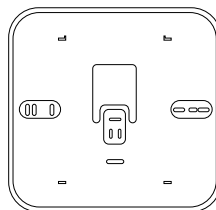
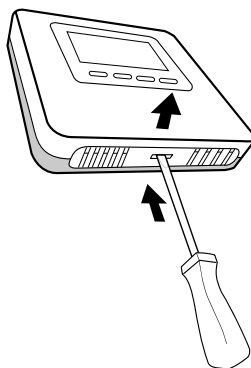

Fig. 10
Fig. 19
- Montați, dacă este necesar, placa de suport pe cutia electrică, din interiorul setului (Fig. 10).
Separăți baza de fixare exercitând o ușoară presiune pe limba din partea de jos (Fig. 19). Introduceți cele 2 baterii în compartimentul special conform sensului indicat pe aparat. Odată finalizată operațiunea, repositionați Senzorul de mediu introducând mai întâi partea de sus, apoi rotind către partea de jos și apăsând delicat. Senzorul de mediu execută o monitorizare continuă a nivelului de încărcare a bateriei, a cărei durată este de circa 2 ani. Atunci când bateria este aproape descărcată, ecranul afișează simbolul “” (Fig. 10).